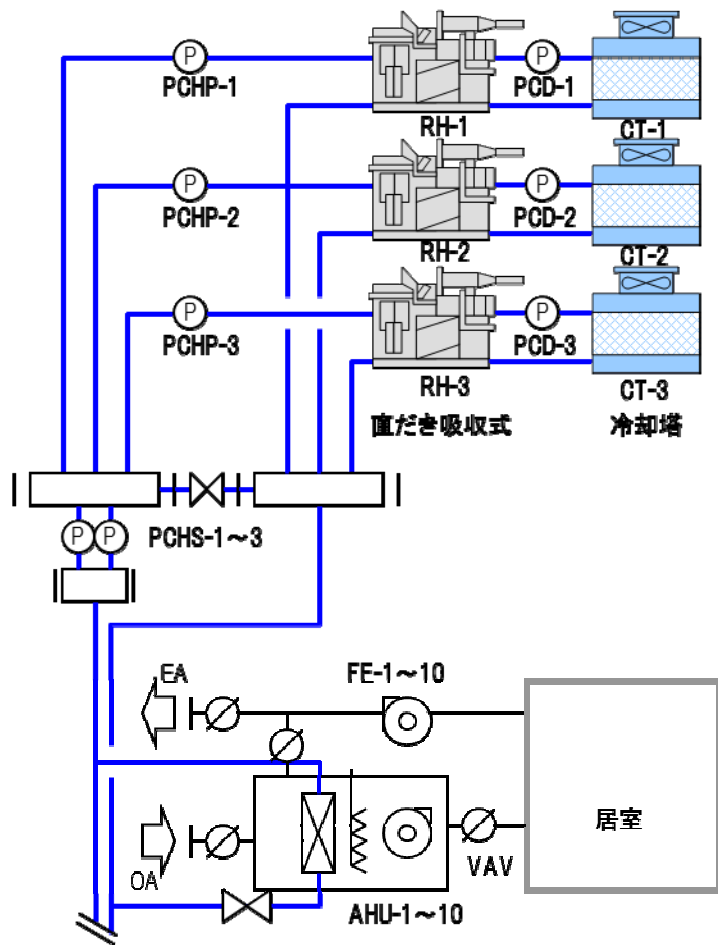

図 3.4 対象システム系統図
- A) 「LCEM ツール」フォルダの中にある「MENU_Ver310.xls」ファイル(メニューファイル)を開く。メニューファイル上で、図 3.4 に従って「構築シート_ヘッドなし_Ver303.xls」ファイルを開く。